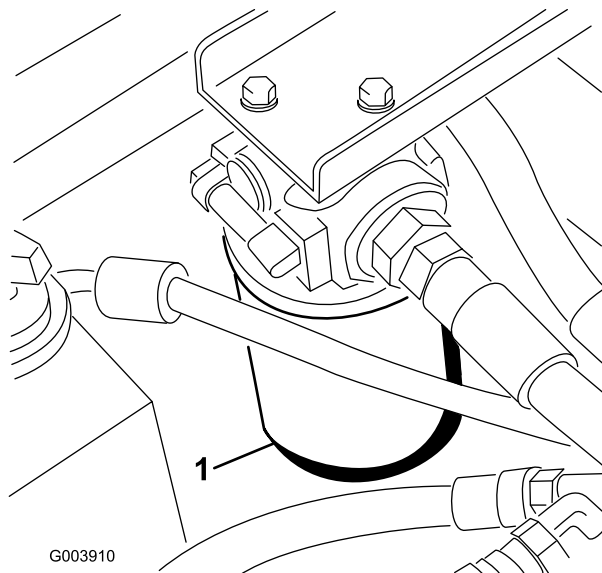

図 72
- フィルタ (図63) 付近をきれいに拭き、容器を下に置く (図 72)。